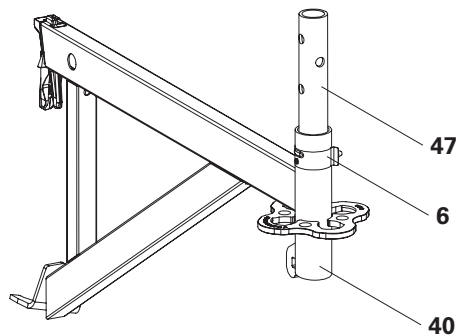

Fig. A6.02
1. Inserire il connettore ULT 32 (47) nella mensola UCM 75 (40) con perno di bloccaggio Ø 48/57 (6). (Fig. A6.02)